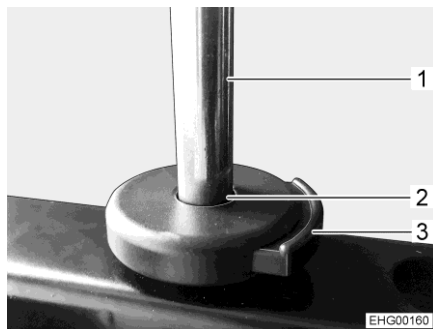

Fig. 16 Botón de desbloqueo (reposacabezas)
- Pulsar el botón de desbloqueo (Fig. 16,3).
- Insertar la barra de retención (Fig. 16,1) en la guía (Fig. 16,2).